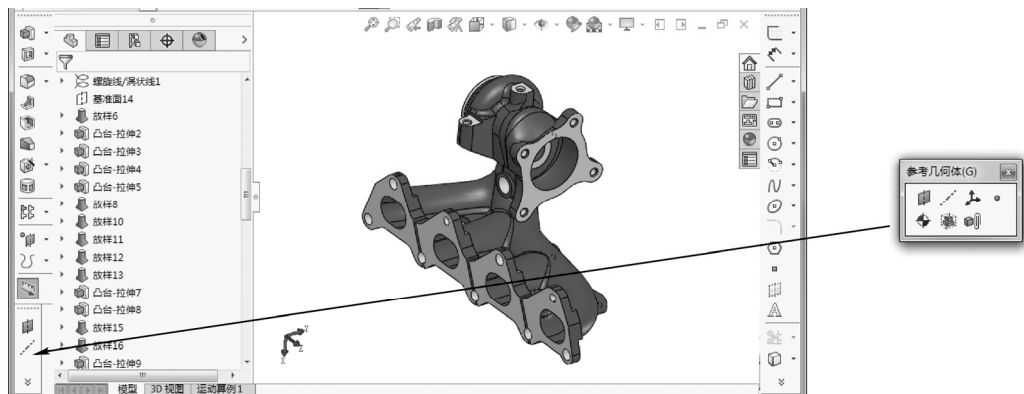

图 1-73 通过拖动调整工具栏的位置
STEP 4 通过上述操作后，在屏幕两侧显示出调出的“参考几何体”“特征”和“草图”工具栏，如图 1-73 所示。此时“参考几何体”工具栏占用位置过大，所以可通过拖动操作调整其位置（可令其浮动或拖动到希望显示的位置）。